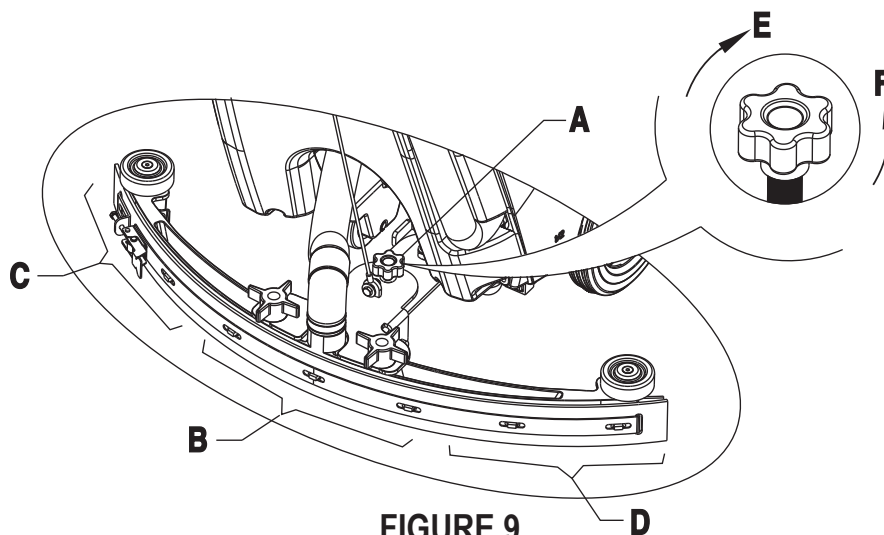

FIGURE 9
8. Réglez la raclette à l'aide du bouton de réglage (A) (Figure 9).